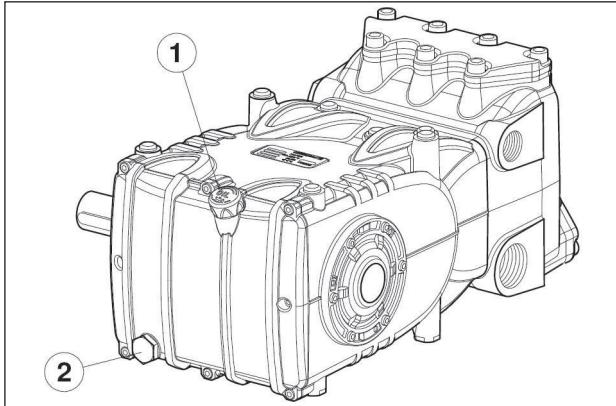

Рис. 1
Для слива масла выньте маслозимерительный щуп поз. ①, а затем пробку, поз. ②, Рис. 1.